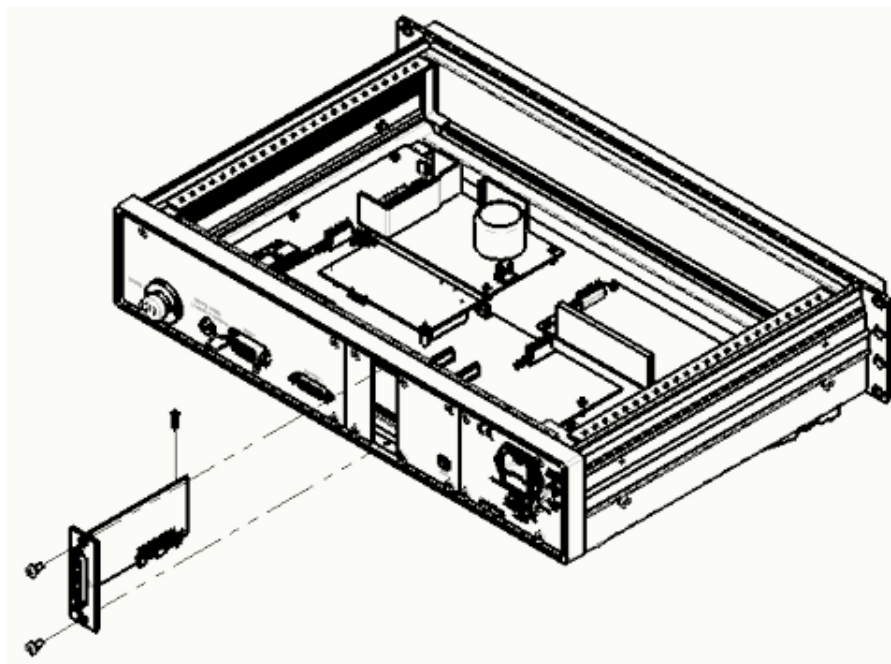

Figure 8-2 Installation d'une carte IO
3. Insérer la carte I/O 1 sur la carte mère du contrôleur comme indiqué sur la *figure 8-2 Installation d'une carte I/O*. S'assurer que les composants de la carte I/O se trouvent du côté gauche.